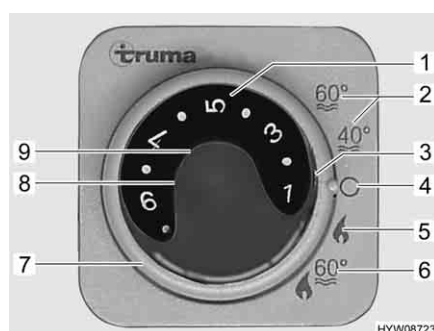

Fig. 75 Centralina di controllo per riscaldamento/boiler
- Impostare la modalità di funzionamento tramite l'interruttore girevole (Fig. 75,7).
A seconda della temperatura ambiente desiderata, il riscaldamento seleziona automaticamente il livello del bruciatore necessario. Al raggiungimento della temperatura ambiente desiderata, il bruciatore si spegne. Durante la modalità di funzionamento "Riscaldamento e boiler" (Fig. 75,6) viene riscaldata anche l'acqua nel boiler. Nella modalità di funzionamento "Riscaldamento senza boiler" (Fig. 75,5) è possibile far funzionare il riscaldamento con il boiler vuoto.
- Impostare la manopola della temperatura (Fig. 75,1) sulla centralina di controllo scegliendo il livello di potenza desiderato.
- Posizionare l'interruttore girevole (Fig. 75,7) su funzionamento invernale "Riscaldamento senza boiler" (Fig. 75,5) o su funzionamento invernale "Riscaldamento e boiler" (Fig. 75,6).
Si accende la spia di controllo verde (Fig. 75,3).
- Posizionare l'interruttore girevole (Fig. 75,7) su "O" (Fig. 75,4).